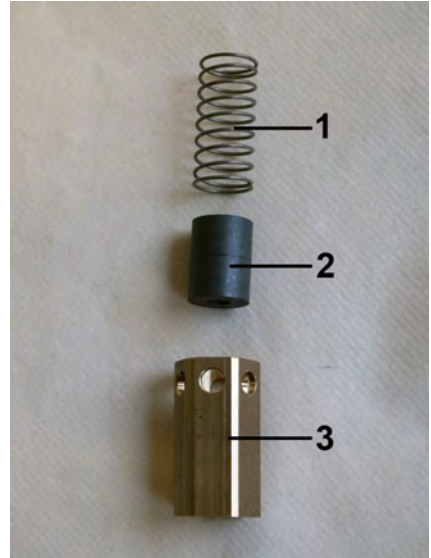

Abb. 29: Feder, Magnete und Schwebekörper
4. ➤ Feder (Abb. 29/1), Magnete (Abb. 29/2) und Schwebekörper (Abb. 29/3) als Innenteile des Strömungswächters